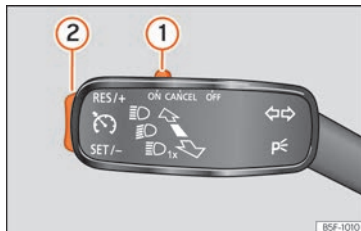

Fig. 222 La palanca de los intermitentes y de las luces de carretera: teclas del regulador de velocidad.
- Mueva el conmutador ① » » » fig. 222 a la posición **ON**.
- Cuando se haya alcanzado la velocidad que se quiere programar, pulse brevemente la tecla basculante ② en posición **SET**.
- Pulse la tecla basculante ② » » » fig. 222 » » » pág. 234 en posición **RES**.
- La velocidad programada se puede **reducir** pulsando la tecla ② » » » fig. 222 » » » pág. 234 en posición **SET**.
El regulador de velocidad **se desconecta temporalmente** desplazando el conmutador **(1)** » **fig. 222** » **pág. 234** a la posición **CANCEL**, o bien pisando el pedal de freno o embrague.
- Mueva el conmutador **(1)** » **fig. 222** » **pág. 234** a la posición **OFF**.